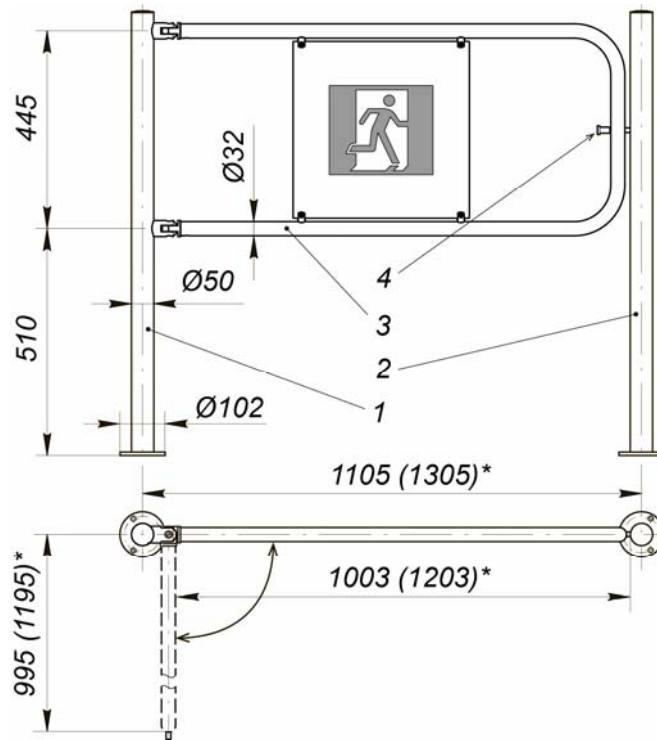

**Рисунок 3. Быстросъемная секция ограждения (без заполнения)1:
- **Быстроразъемная секция ограждения** (см. рис. 3) с заполнением или без заполнения, предназначенная для периодического ограничения зоны прохода или оформления интерьера.